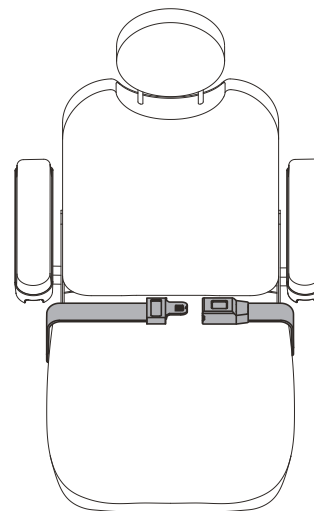

Figura 7. Cinturón de seguridad
Su silla eléctrica puede estar equipada con un cinturón de seguridad que puede ajustarse para un mayor confort. **Ver figura 7.** Su función es evitar que el usuario se deslice hacia delante o hacia abajo. El cinturón no está diseñado para limitar los movimientos.
1. Sentado, introduzca la aleta metálica en el cuadro de plástico de la otra correa y presione hasta oír un clic. **Ver figura 7.**